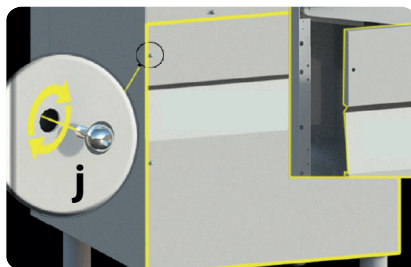

Fig. 10
- Quite el panel debajo de la puerta para acceder al compartimento técnico, destornillándolo. (posición **j** - véase **Fig. 10**).